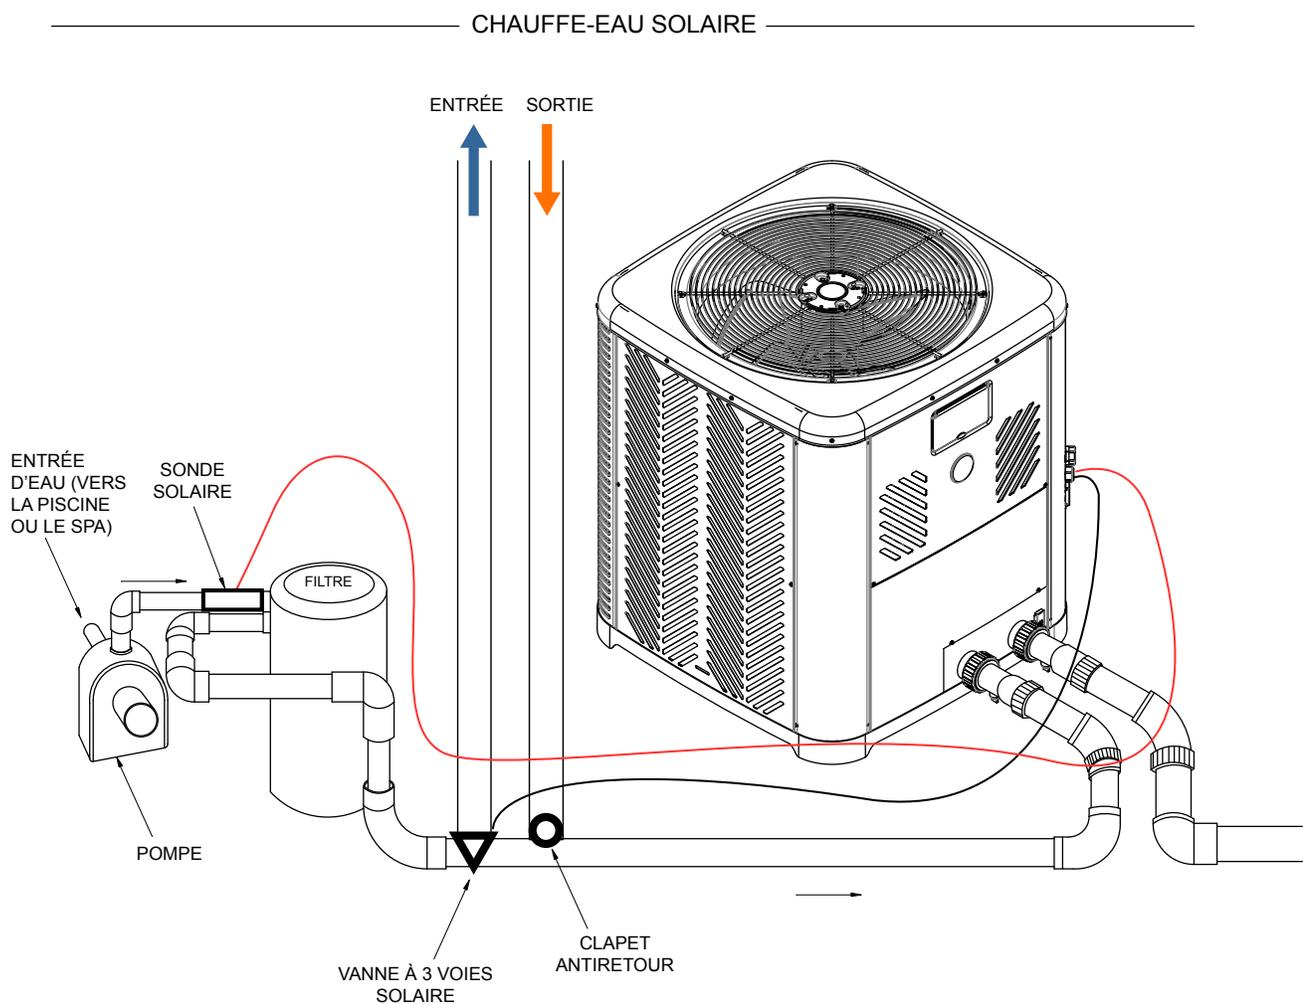

Figure 156. Composants du chauffe-eau solaire dans la tuyauterie
3. Installez un « clapet antiretour » à la sortie du chauffe-eau solaire pour empêcher tout reflux vers le collecteur solaire. Voir Figure 156.